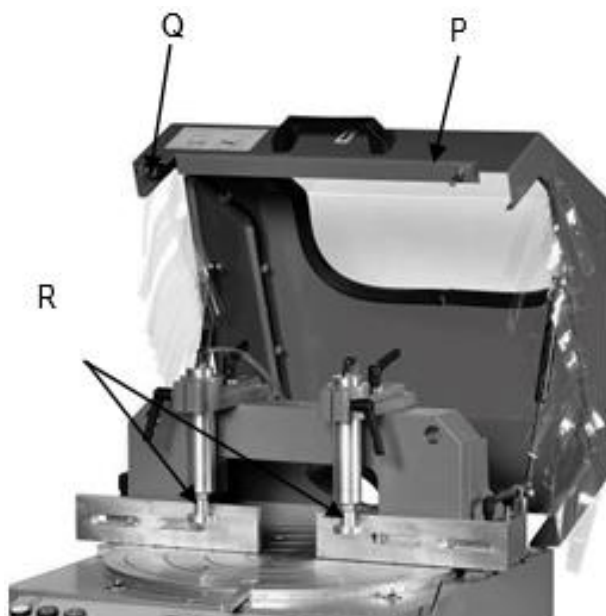

Рис. 6
3. Закройте кожух Р (Рис. 6).
Пильный диск начинает резание, только если кожух Р (Рис. 6) и прижимы R (Рис. 6) закрыты. Если концевой микровыключатель Q (Рис. 6) нажат (кожух открыт), пильный диск не запустится.